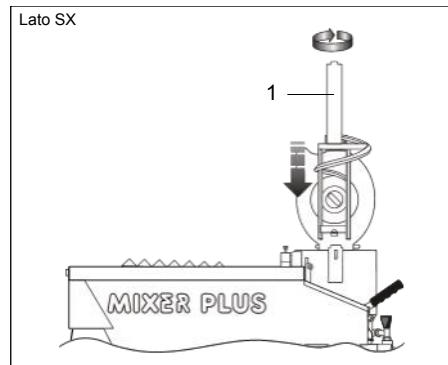

FIG.19 (Inserimento del miscelatore nella camera di miscelazione)
- 9) Inserire il miscelatore (FIG.19-Rif.1) nella camera di miscelazione e innestarlo nella cavità radiale del rotore;